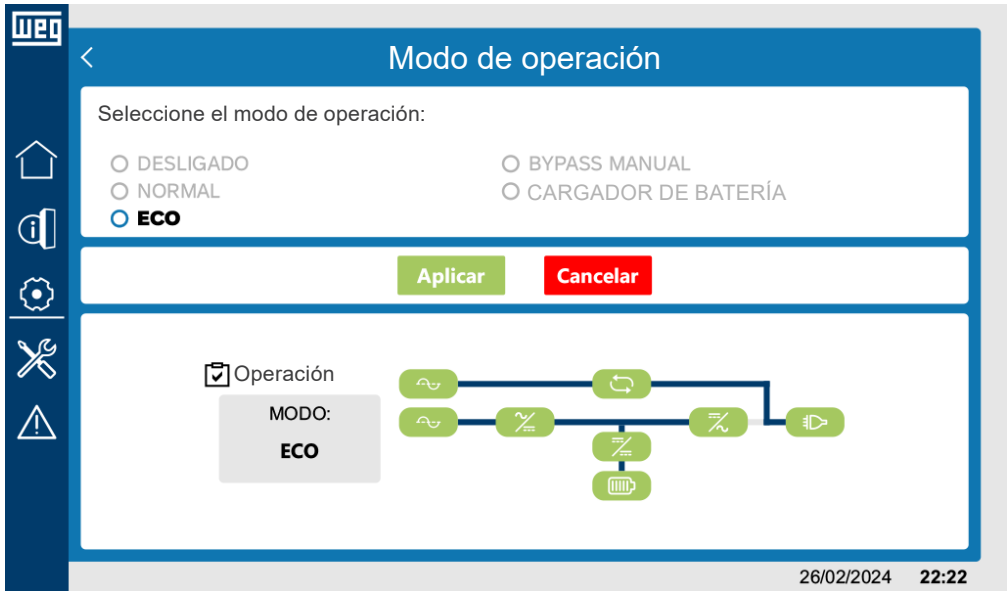

Figura 6.31: Sinóptico en el modo de operación en el modo ECO
- *Bypass* manual: Figura 6.31 en la pagina 6-22.